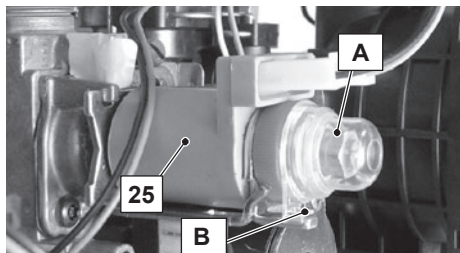

Figura 7.2
- Rimuovere il tappino di protezione A dell'operatore modulante 25 in Figura 7.2 ruotandolo in senso orario per liberarlo dal fermo B facendo leva con un cacciavite piatto nella scanalatura.
- Rimontare il tappino di protezione A, Figura 7.2.